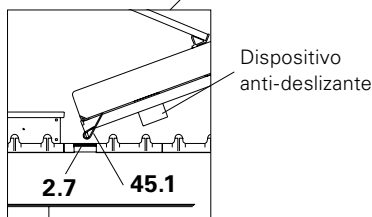

Fig. A9.12a
- O deslizador (45.1) na parte inferior da plataforma é fixado quando posicionado no apoio da plataforma (2.7) da viga principal SLT 375. (Fig. A9.12a)